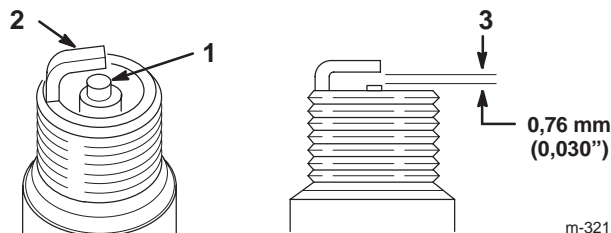

Figure 41
1. Inspectez le centre des bougies (Fig. 41). Si le bec de l'isolateur est recouvert d'un léger dépôt gris ou brun, le moteur fonctionne correctement. S'il est couvert d'un dépôt noir, c'est généralement signe que le filtre à air est encrassé.
2. Contrôlez l'écartement entre l'électrode centrale et l'électrode latérale (Fig. 41). Courbez l'électrode latérale (Fig. 41) si l'écartement est incorrect.